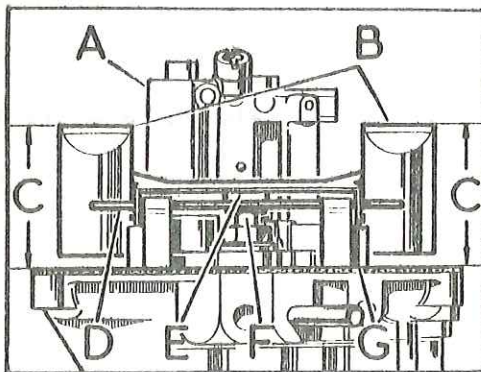

Fig. L2-7 Verificación del ajuste - del flotador
- 3.17. Con la válvula de aguja sobre su asiento y la patilla central del soporte del flotador en contacto con la válvula de aguja, se medirá la separación entre la junta y la parte más elevada, B (Fig. L2-7) del flotador.